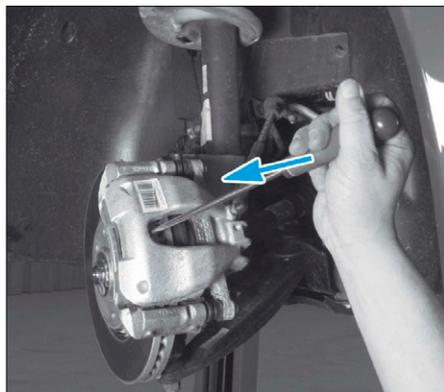

FIG. 1
- A l'aide d'un tournevis, faire lever pour repousser partiellement le piston de l'étrier (Fig.1).